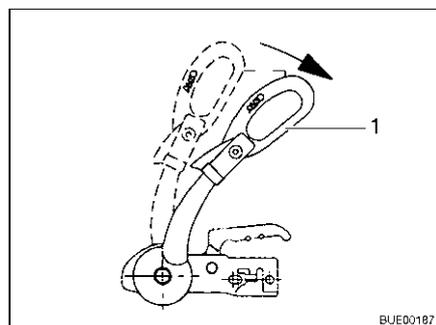

Fig. 209 Tirador de estabilización
- Abrir el tirador de estabilización (Fig. 209, 1).